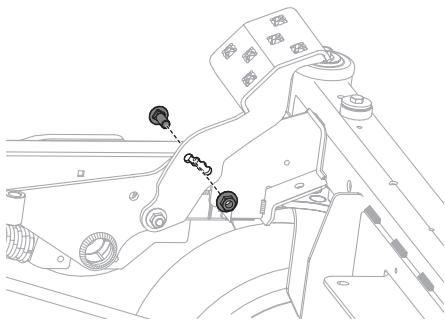

Figure 36
2. Retirez le boulon hexagonal, la rondelle et l'écrou hexagonal près du centre de la pédale (Figure 36).
4. Réinstallez le matériel précédemment retiré et serrez l'écrou à 38-47 N·m (28-35 lb·pi) (Figure 36).